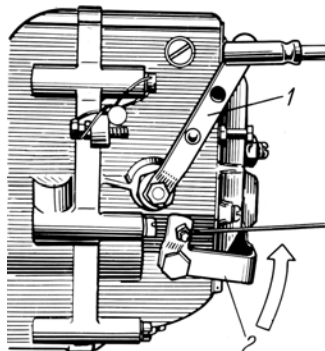

Рис. 5. Подача включена,
**Пуск.** Включить подачу топлива, повернув скобу 3 (рис. 5) вверх, а рычаг 1 управления регулятором повернуть в положение, соответствующее минимальной частоте вращения коленчатого вала. При пуске двигателя зимой рычаг управления регулятором частоты вращения рекомендуется установить в среднее положение. Для пуска двигателя включить стартер. Продолжительность непрерывной работы стартера не должна превышать 10 с при положительной температуре и 20 с при отрицательной температуре. Более длительная непрерывная